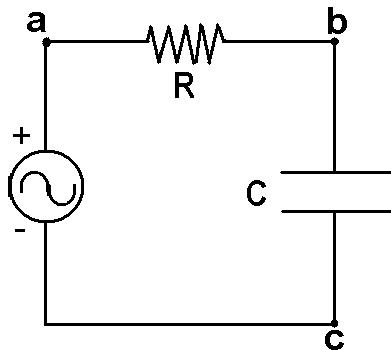

Figura 1: Circuito RC
1.- Arme el circuito de la figura 1 con $R = 1 \text{ k}\Omega$, $C = 10\,000 \text{ pF}$.